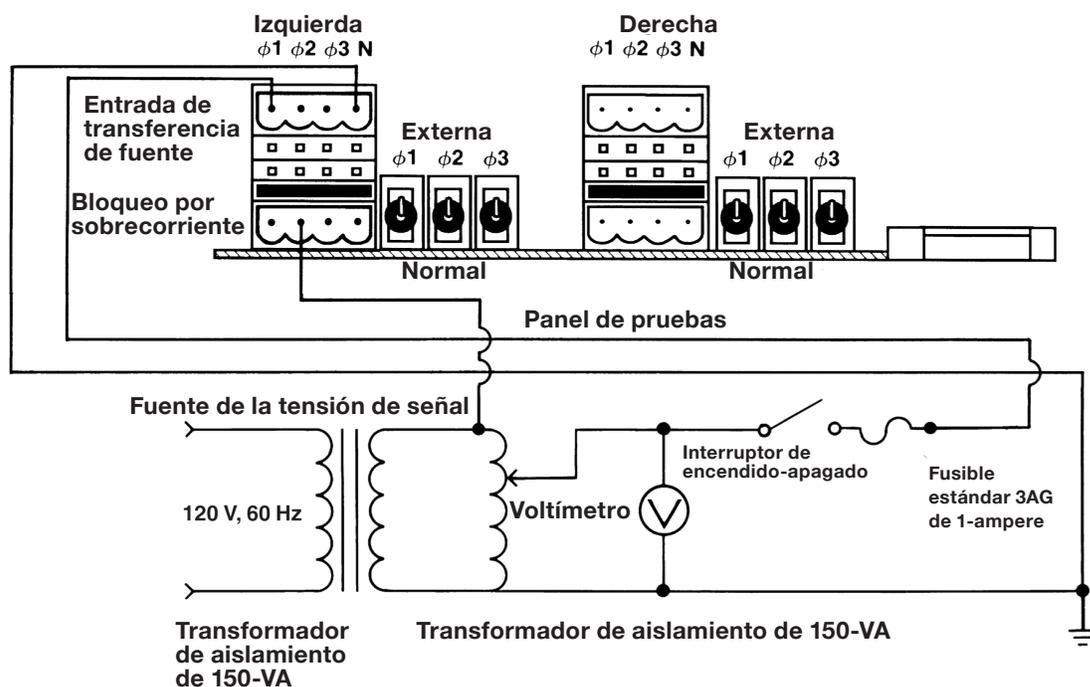

Figura 10. Diagrama de conexión del circuito de prueba de bloqueo por sobrecorriente para las aplicaciones con seccionadores de distribución subterránea Vista.
Paso 26 Establezca las conexiones del circuito de prueba a la fase 1 y del neutro del conector izquierdo de bloqueo por sobrecorriente y a la fase 2 del conector de entrada izquierdo de transferencia de fuente según se indica en la Figura 10 de la página 27.